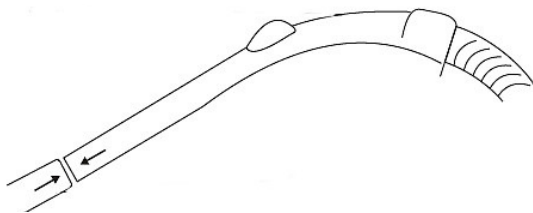

Abb. 6: Montage des Saugrohrs
Schritt 4: Setzen Sie die andere Seite des flexiblen Schlauchs in das Saugrohr (Abb.6) um eine feste Verbindung herzustellen. Die Länge des Saugrohrs kann durch Drücken und Halten des Reglers variabel eingestellt werden.